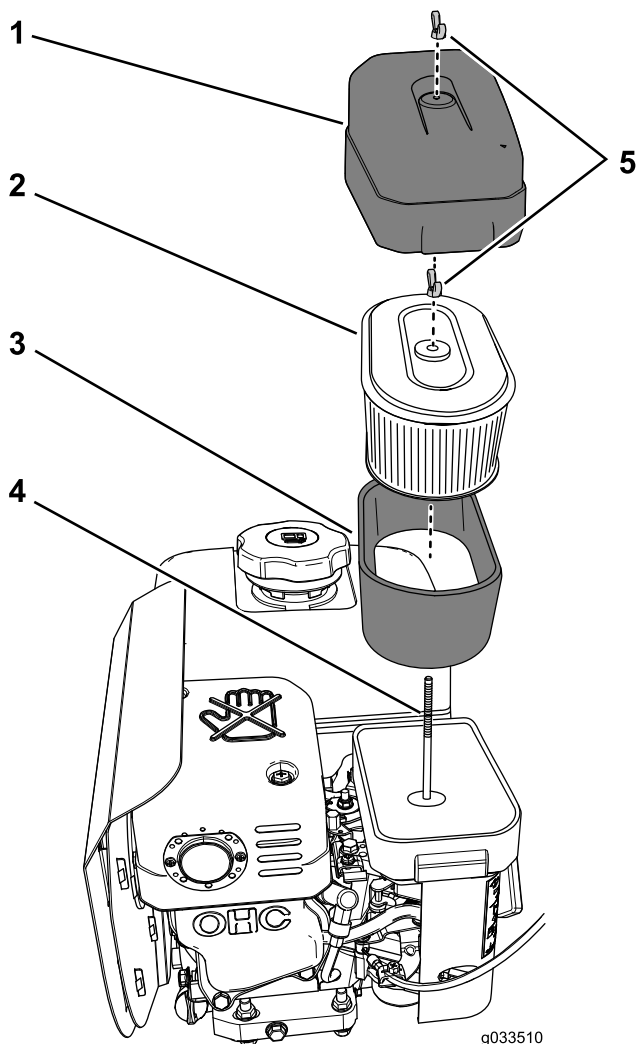

Figura 6
2. Pulite intorno al filtro dell'aria per evitare che la morchia possa penetrare nel motore provocando gravi danni (Figura 6).
3. Ruotate il dado ad alette che fissa il coperchio del filtro dell'aria in senso antiorario e togliete il coperchio del filtro dell'aria (Figura 6).
4. Ruotate il dado ad alette che fissa gli elementi del filtro di carta e in schiuma sintetica in senso antiorario e togliete gli elementi del filtro dall'asta di ancoraggio (Figura 6).
5. Togliete con cautela l'elemento in schiuma sintetica dall'elemento di carta (Figura 6).
1. Ispezionate l'elemento per escludere strappi, pellicola d'olio o danni (Figura 6).
1. Fate scorrere con attenzione l'elemento del filtro in schiuma sintetica sull'elemento del filtro di carta (Figura 6).
2. Allineate il foro nella piastra superiore dell'elemento del filtro di carta con l'asta di ancoraggio del carburatore (Figura 6).
3. Fissate gli elementi del filtro al carburatore con il dado ad alette (Figura 6) rimosso al passaggio 4 di Rimozione degli elementi di carta e in schiuma sintetica \(pagina 6\).
4. Allineate il foro nel coperchio del filtro dell'aria con l'asta di ancoraggio (Figura 6) e fissate il coperchio all'asta con il dado ad alette che avete rimosso al passaggio 3 di Rimozione degli